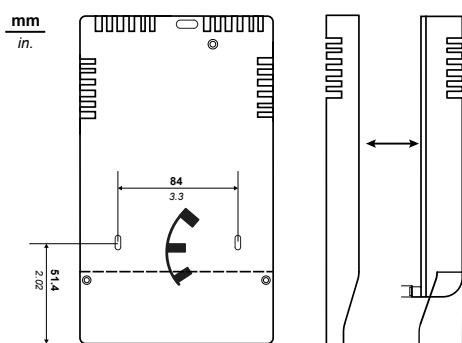

Fig. 6.
- Fixer la base du dispositif au mur/panneau au moyen de 3 vis et des chevilles S6 (fournies) au niveau des trous indiqués en **Fig. 6**.
- den Boden des Geräts an der Wand/Tafel befestigen, hierzu 3 Schrauben+Dübel S6 (im Lieferumfang) in die Bohrungen einführen, siehe **Fig. 6**.
- przymocować denko urządzenia do ściany/panelu przy użyciu 3 śrub+kołków rozporowych S6 (na wyposażeniu) i otworów wskazanych na **Fig. 6**.
- Закрепите панель прибора на стене/панели тремя шурупами и поставляемыми зажимами S6 с совмещением с отверстиями, показанными на **Fig. 6**.